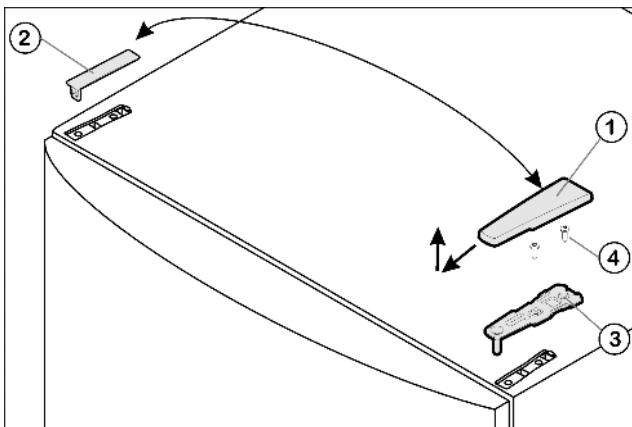

Fig. 4
- Потяните крышку Fig. 4 (1) вперед и вверх.
- Снимите крышку Fig. 4 (2).
- Открутите верхний опорный кронштейн Fig. 4 (3)(2 шт. Torx® 25) Fig. 4 (4) и вытяните вверх.
- ▶ Установите верхний опорный кронштейн Fig. 4 (3) на новой стороне шарнира и защелкните в дверце.
- ▶ Привинтите верхний опорный кронштейн (**с моментом 4 Нм**)(2 шт. Torx® 25) Fig. 4 (4). При необходимости проделайте отверстия или используйте аккумуляторную отвертку.
- ▶ Наденьте и защёлкните крышки Fig. 4 (1) и крышки Fig. 4 (2) на противоположной стороне снаружи.